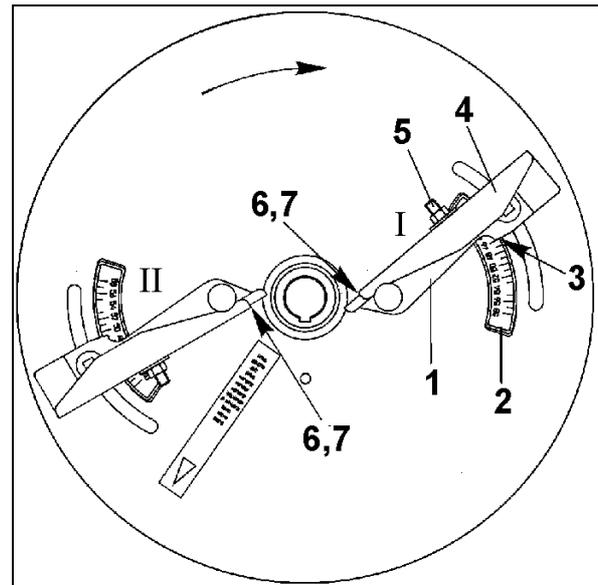

Fig. 64
erfolgt über die Teleskopschaufeln (Fig. 64/1) nach Angaben der Streutabelle in Abhängigkeit der auszustreuenden Düngersorte und dem Abstand der ersten Fahrspur vom Feldrand wie folgt:
- Teleskopschaufeln (Fig. 64/1) auf der Streuscheibe nach Lösen der jeweiligen Knebelmutter im Bereich der Skala (Fig. 64/2) verschwenken. Zahlenwert an Ablesekante (Fig. 64/3) ablesen und Knebelmutter wieder anziehen.
- Schaufelaußenteil (Fig. 64/4) nach Lösen der Mutter (Fig. 64/5) auf der Skala (Fig. 64/6) auf einen höheren Buchstabenwert einstellen. Abgelesen wird die jeweilige Stellung des Schaufelaußenteils an der Ablesekante (Fig. 64/7) auf der Skala.